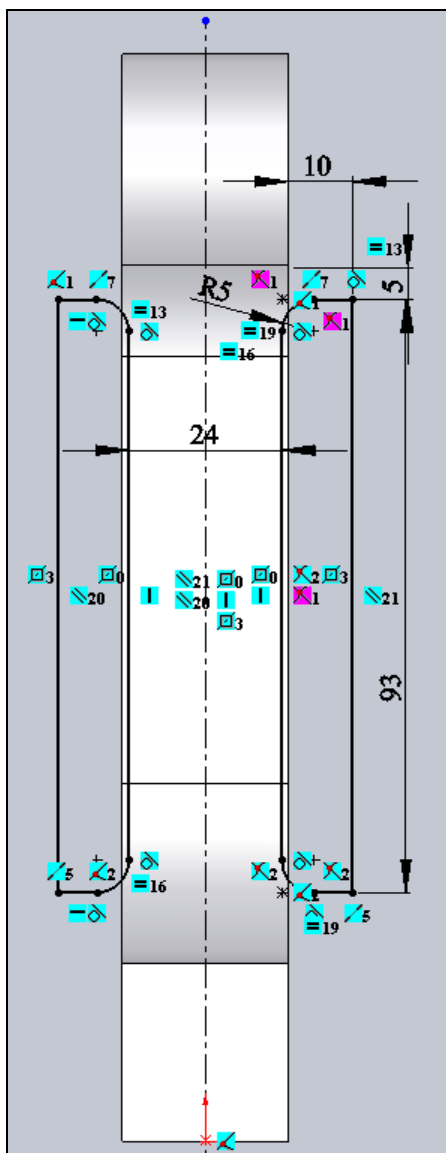

Рис. 2.28. Эскиз для формирования стержня
5. Сформируем стержень шатуна по высоте. Для этого на плоскости **Справа** откройте новый эскиз и сделайте построения, показанные на рис. 2.28. В построении используйте зеркальное отражение.